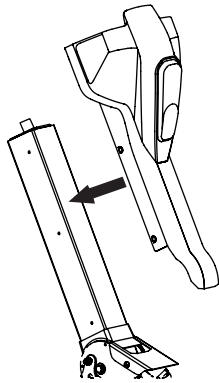
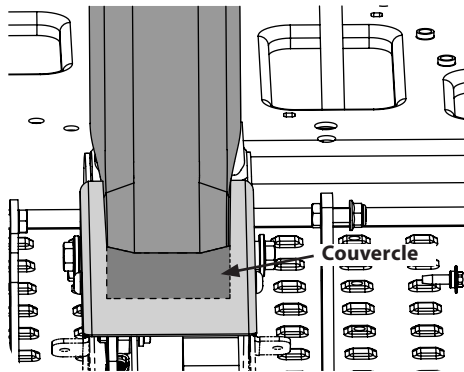

Figure 2-5
Figure 2-6
- Placez le support sur la colonne de direction avec le faisceau bien placé sous le support. Le couvercle de la colonne doit recouvrir la partie inférieure du support. Voir Figure 2-5 et Figure 2-6.